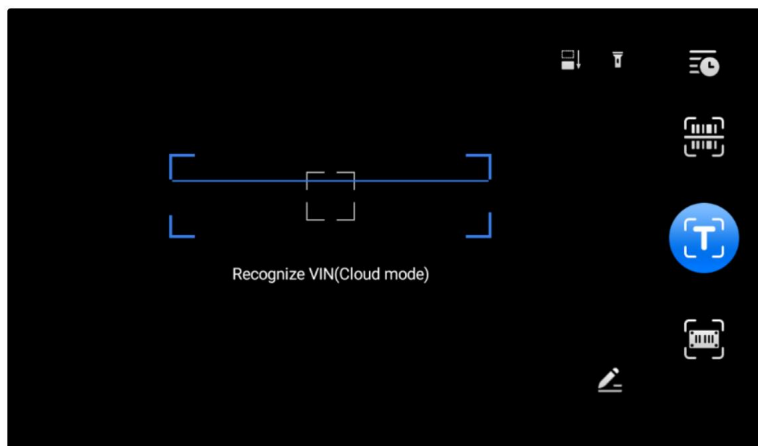

Figure 4-7 Scanner le VIN/Licence 1
6. Si le VIN, le numéro de licence ou le code-barres ne peut pas être scanné, vous pouvez le saisir manuellement. Appuyez sur le bouton dans le coin inférieur droit de l'écran (voir Figure 4-7 Scanner le VIN/Licence 1) pour afficher l'écran Entrer le VIN. Entrez le numéro VIN correct et appuyez sur OK pour continuer.